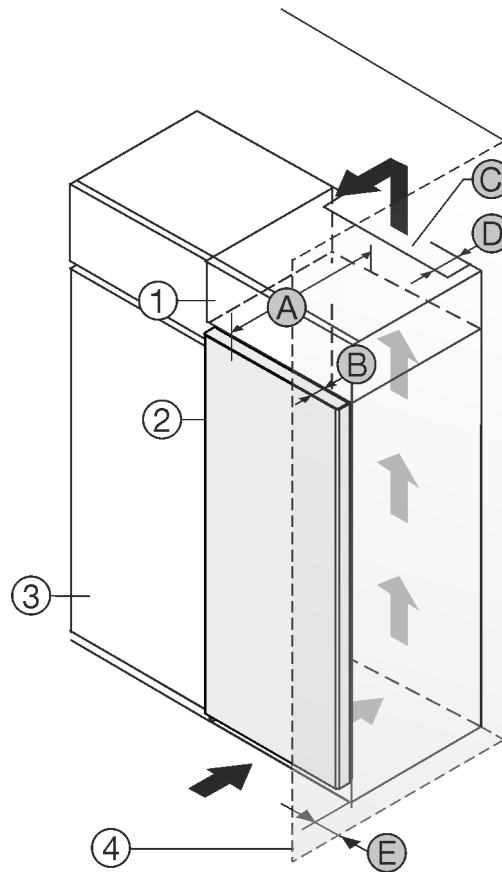

Fig. 1
Puede colocar el electrodoméstico directamente al lado del armario de cocina Fig. 1 (3).*
En la parte trasera del armario superior debe haber una cámara de salida de aire con una profundidad Fig. 1 (D) que abarque toda la anchura del armario.*
Bajo el techo de la estancia debe mantenerse la sección transversal de ventilación Fig. 1 (C).*
Si el electrodoméstico se instala con las bisagras junto a una pared Fig. 1 (4), la distancia entre el electrodoméstico y la pared debe ser de como mínimo 13 mm.*
Para poder abrir totalmente la puerta, el electrodoméstico debe sobresalir la profundidad de la puerta Fig. 1 (B) respecto del frente del armario de cocina. El electrodoméstico puede sobresalir más en función de la profundidad de los armarios de cocina Fig. 1 (3) y del uso de distanciadores de pared.*